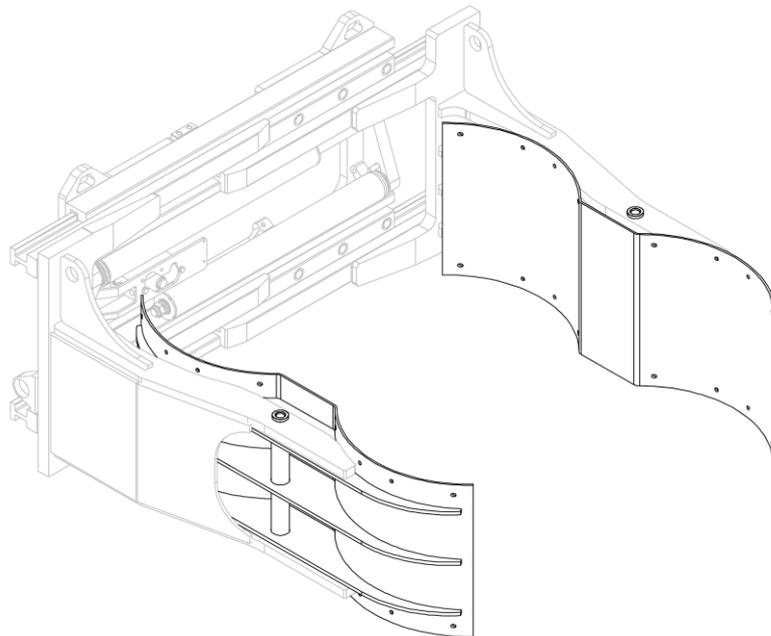
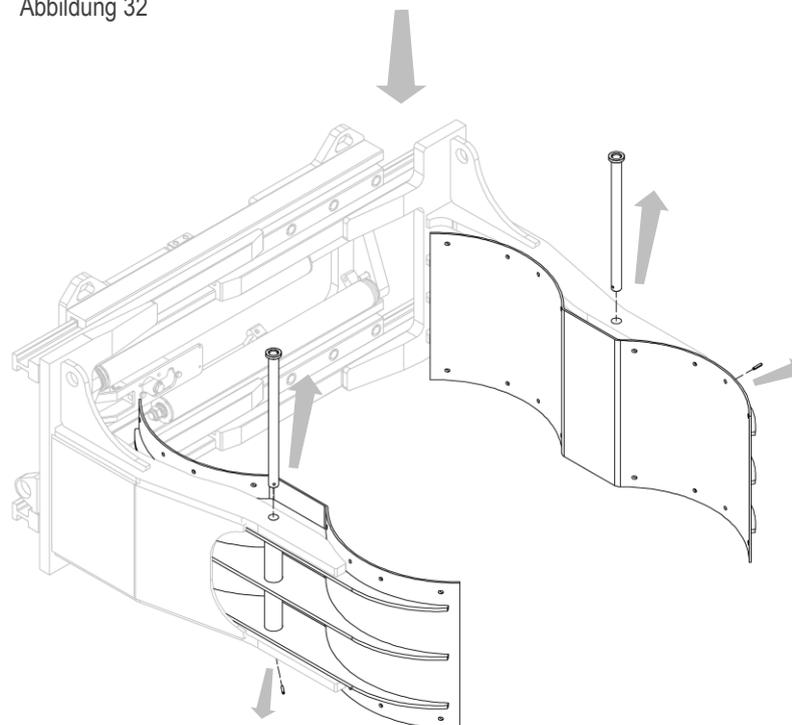

Abbildung 32
Abbildung 33
3. Die Spannbacken der Gabeln entfernen (siehe *Abbildung 32* und *Abbildung 33*).